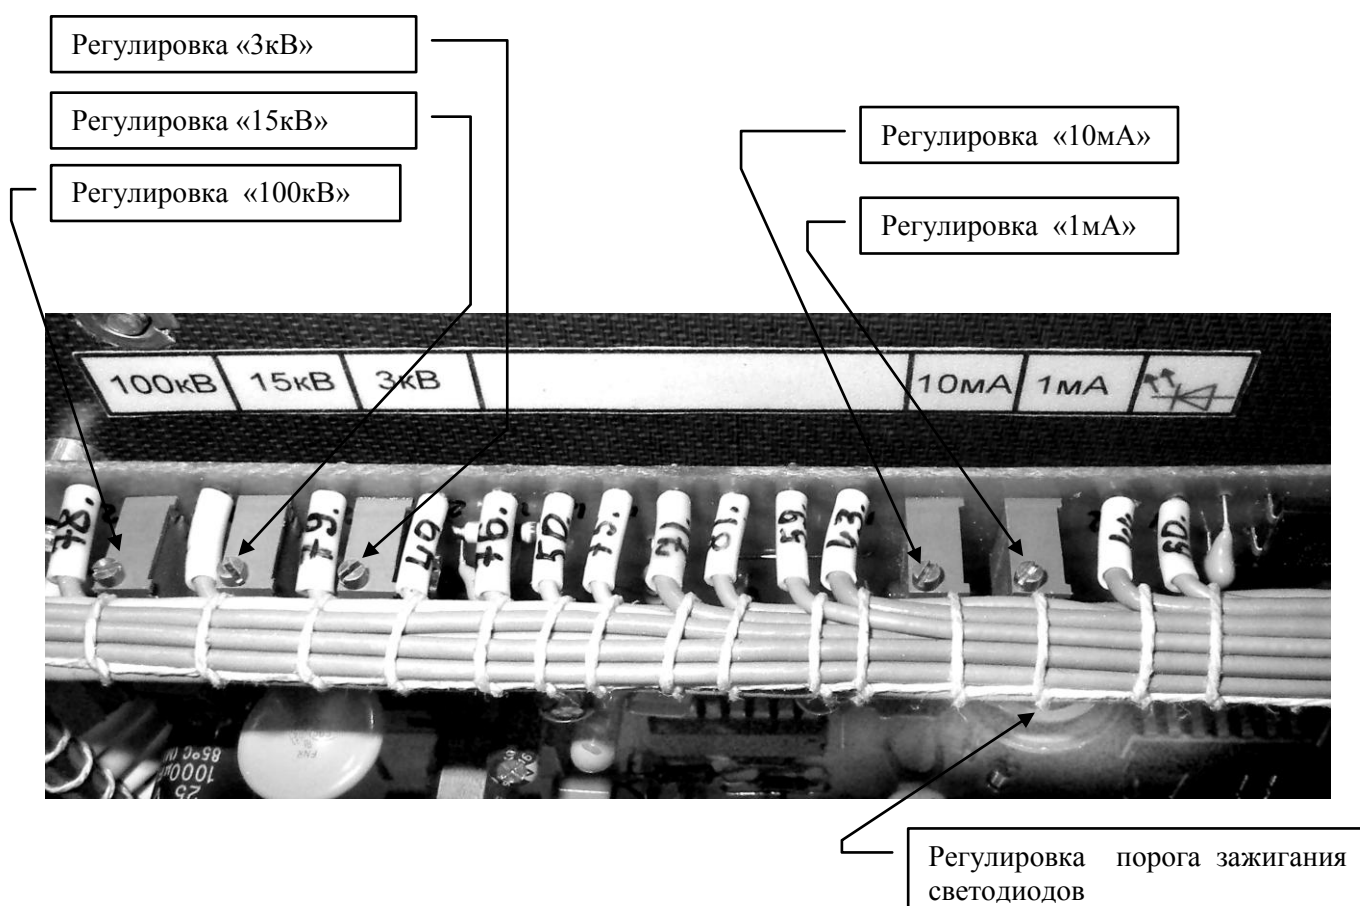
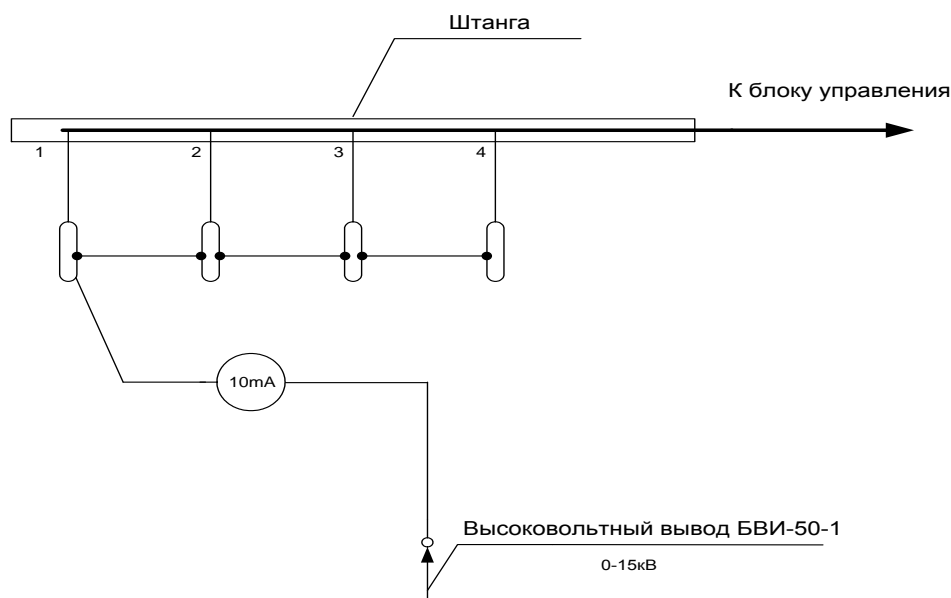

Рис. 3. Размещения регулировочных резисторов на плате А2 (Узел управления 2) блока управления.
Рис. 4. Схема подключения блока БВИ-50-1 при калибровке порога зажигания светодиодов.
- Отрегулировать показания киловольтметра стенда регулировочным резистором «**3кВ**», расположенным на плате А2 блока управления (см. рис.3). Плата закреплена на правой боковине блока управления.
- Отрегулировать показания киловольтметра стенда регулировочным резистором «**15кВ**», расположенным на плате А2 блока управления (см. рис.3). Плата закреплена на правой боковине блока управления.
- Включить сектор стенда - «**100кВ**» и установить напряжение **50 кВ**, контролируя его значение **по образцовому киловольтметру**. Киловольтметр стенда должен показывать **100 кВ**. При необходимости отрегулировать показания киловольтметра стенда регулировочным резистором «**100 кВ**», расположенным на плате А2 блока управления (см. рис.3). Плата закреплена на правой боковине блока управления.
- Установить необходимое значение выходного тока **по образцовому миллиамперметру** в пределах 0 – 1 мА. **При нажатой кнопке** произвести регулировку миллиамперметра стенда регулировочным резистором «**1мА**», расположенным на плате А2 (см. рис.3). Плата закреплена на правой боковине блока управления.
- Установить необходимое значение выходного тока **по образцовому миллиамперметру** в пределах 0 – 10 мА. При необходимости произвести регулировку миллиамперметра стенда регулировочным резистором «**10мА**», расположенным на плате А2 (см. рис.3). Плата закреплена на правой боковине блока управления.
- Собрать схему, изображенную на рис.4. Переключателем «Ток утечки» включить любой из каналов «1» - «4». Включить сектор «**15кВ**». Установить выходной ток **6,0 мА**. Резистором, расположенным на плате А2 (см. рис.3) отрегулировать порог зажигания светодиода включенного канала.